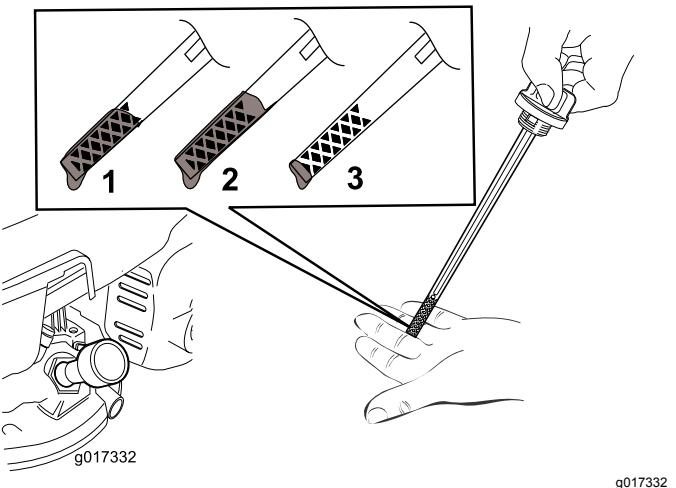

图7
2. 拆下量油尺 (图7)。
**注意** 向发动机曲轴箱添加机油直到量油尺显示机油油位达到 图7 中所示的正确位置。如果发动机加注机油过多则需要按照 更换机油 \(页码 14\) 的说明去除多余机油。